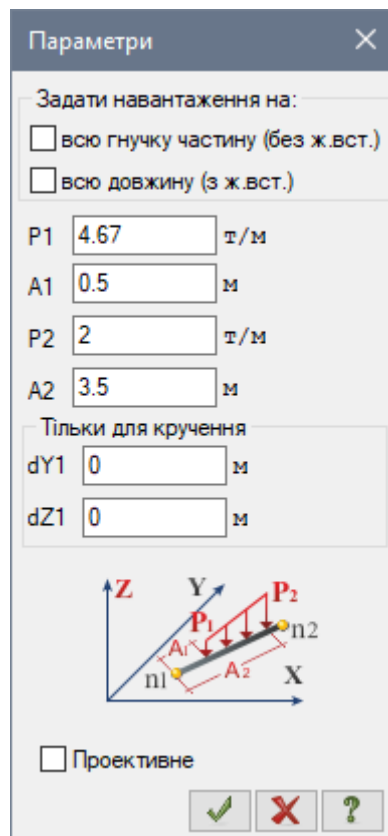

Рис. 1.15. Діалогове вікно Параметри (трапецієвидне навантаження)
- В цьому вікні задайте параметри:  $P1 = 4.67$  т/м,  $A1 = 0.5$  м,  $P2 = 2$  т/м,  $A2 = 3.5$  м (рис. 1.15).